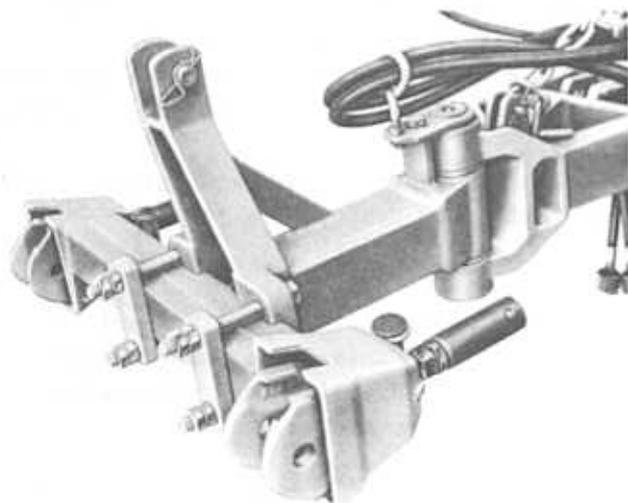

Abb. 8 Kupplungshilfe mit Zugeinrichtung
- 3.2.1. An den Gabeln der Kupplungshilfe werden die Muttern bis zum Anschlag herausgeschraubt, die Gabeln herausgehoben, die Stecker in die Ringaufnahme gesteckt und die Gabeln wieder in die Taschen geschoben (Abb. 8). Die Kupplungshilfe wird senkrecht zum Pflug geschwenkt.
- 5.6. Die Kette ist mittels Stecker mit der Zugeinrichtung zu verbinden, damit ein gefahrloser Abbau und ein besserer Anbau möglich ist (Abb. 8).